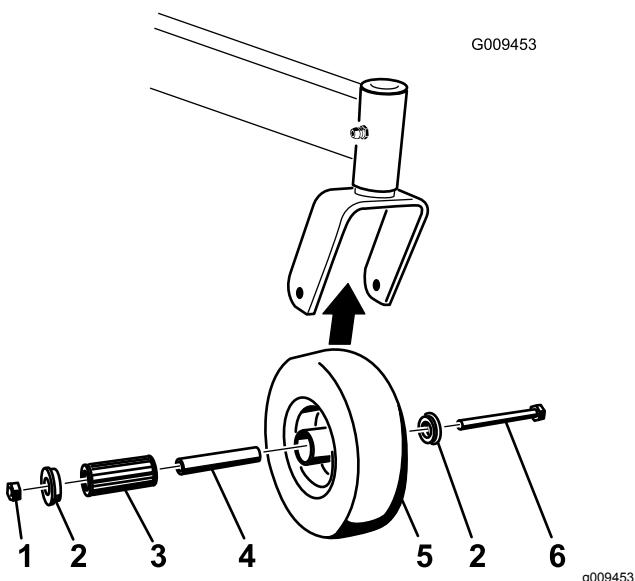

Figura 55
1. Retire la contratuerca y el perno que sujetan la rueda giratoria a la horquilla (Figura 55).
2. Retire un solo casquillo y tire del casquillo intermedio y del cojinete de rodillos para sacarlos del cubo de la rueda (Figura 55).
3. Retire el otro casquillo del cubo de la rueda y límpie la grasa y la suciedad del cubo de la rueda (Figura 55).
**Nota:** Repare o cambie cualquier pieza dañada o desgastada (Figura 55).
5. Coloque un casquillo en el cubo de la rueda (Figura 55).
6. Engrase el cojinete de rodillos y el casquillo intermedio y deslícelos en el cubo de la rueda (Figura 55).
7. Coloque el segundo casquillo en el cubo de la rueda (Figura 55).
8. Instale la rueda giratoria en la horquilla y fíjela con el perno y la contratuerca (Figura 55).
9. Apriete la contratuerca hasta que el casquillo intermedio se apoye contra el interior de las horquillas de las ruedas giratorias (Figura 55).